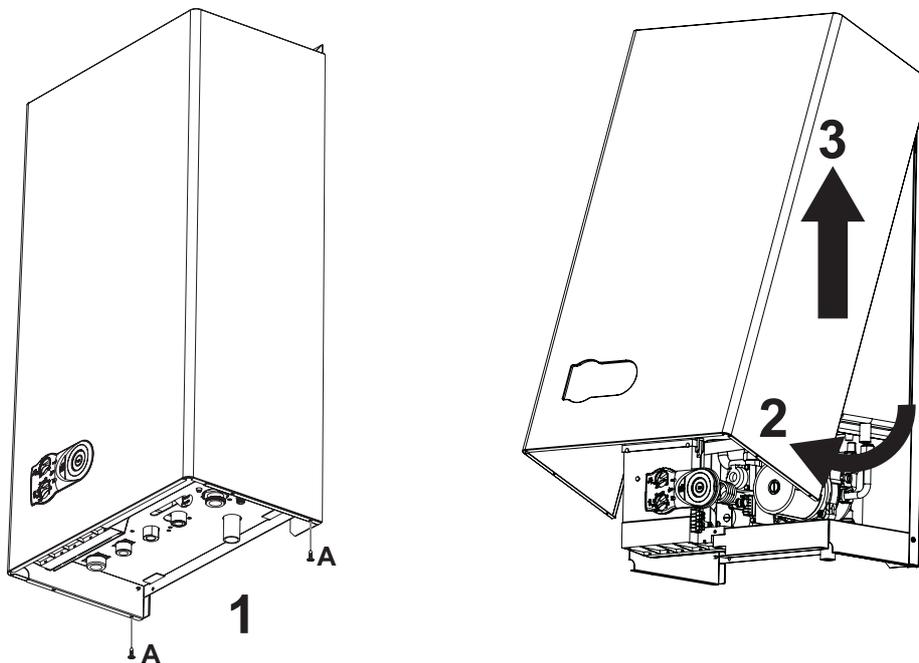

fig. 15 - Apertura de la carcasa
1. Desenroscar los tornillos A (véase fig. 15).
2. Girar la carcasa (véase fig. 15).